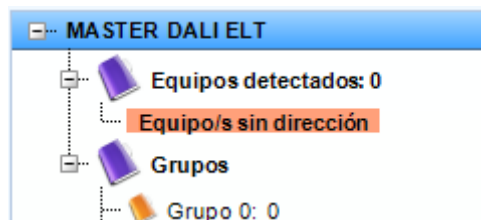

Fig. 77- Uno o varios equipos detectados sin dirección asignada
- Aquellos equipos que **no tengan dirección** se agruparán en un único subnodo dentro del nodo “Dispositivos detectados” (Fig. 77), indicando que no posee dirección. La presencia de un elemento con indicador “Equipo/s sin dirección” implica que existe **al menos un equipo sin dirección**, es decir, puede haber más de un equipo sin dirección corta.